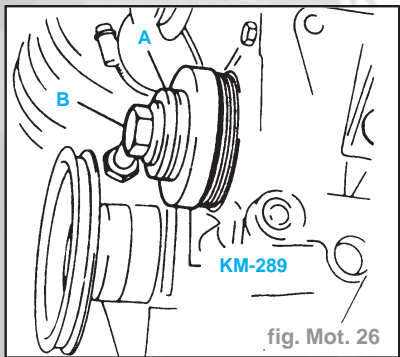

fig. Mot. 26
- Utiliser également la rondelle (A) et la vis (B) de la poulie d'arbres à cames (fig. Mot. 26).